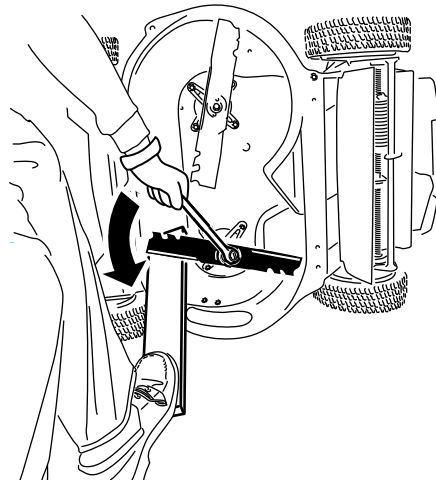

Bild 29
1. Halten Sie jedes Messer mit einem Holzblock fest und drehen Sie die Messerschraube nach links, wie in Bild 29 dargestellt.